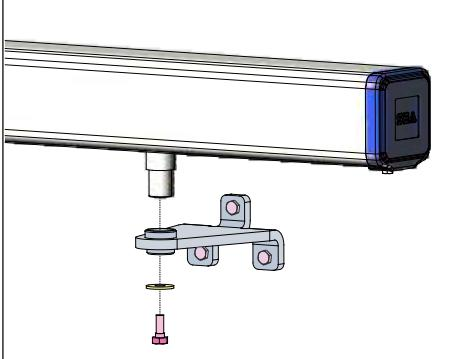

Fig. 34
- Placer la tige de l'opérateur dans l'emplacement du support antérieur - Fig. 34
- Fixer la tige dans le support antérieur en serrant la vis en dotation - Fig. 34